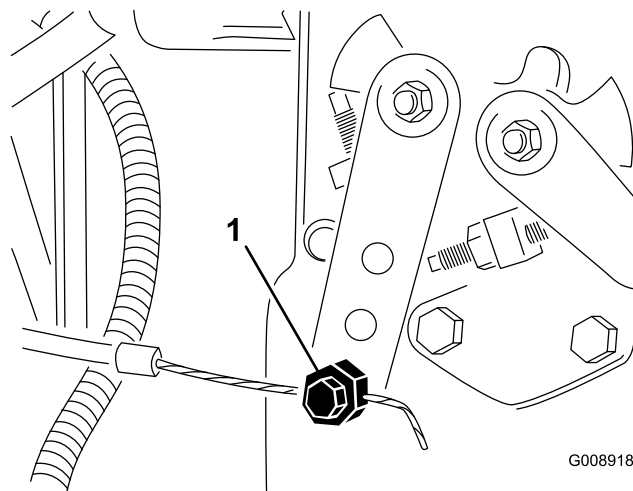

Figura 74
- Desaperte o dispositivo de ligação do cabo do regulador na alavanca da bomba de injeção (Figura 74).